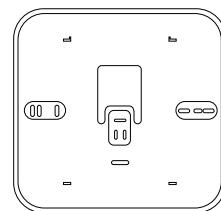
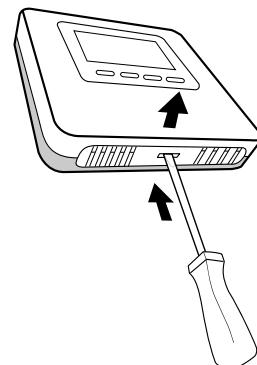

Fig. 10
Fig. 19
- Montați, dacă este necesar, placa de suport pe cutia electrică, din interiorul setului (Fig. 10).
Separăți baza de fixare exercitând o ușoară presiune pe limba din partea de jos (Fig. 19). Introduceți cele 2 baterii în compartimentul special conform sensului indicat pe aparat. Odată finalizată operația, reposiționați Senzorul de mediu introducând mai întâi partea de sus, apoi rotind către partea de jos și apăsând delicat. Senzorul de mediu execută o monitorizare continuă a nivelului de încărcare a bateriei, a cărei durată este de circa 2 ani. Atunci când bateria este aproape descărcată, ecranul afișează simbolul “” (Fig. 10).